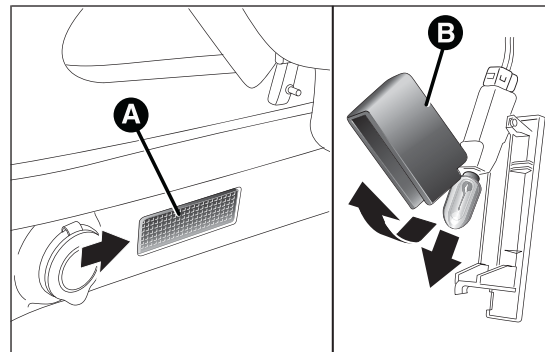

fig. 186
- ☐ aprire il bagagliaio ed estrarre la plafoniera A fig. 186 agendo nel punto indicato dalla freccia;